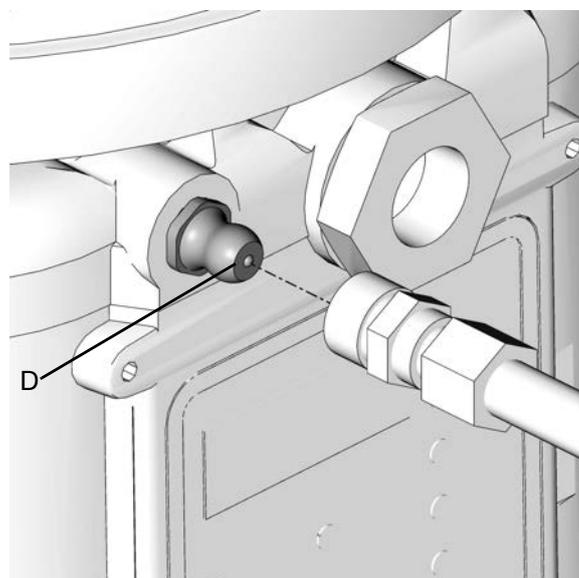

FIG. 18
- Nettoyer toujours le raccord (D) (FIG. 18) avec un chiffon propre et sec avant de remplir le réservoir. La poussière et/ou des débris peuvent endommager la pompe et/ou le système de lubrification.
1. Raccorder le flexible de remplissage au raccord Zerk d'entrée de remplissage. (FIG. 18)
2. Raccorder le flexible de remplissage au raccord Zerk d'entrée de remplissage (voir FIG. 18).
1. Raccorder le flexible de remplissage au raccord Zerk d'entrée de remplissage (voir FIG. 18).